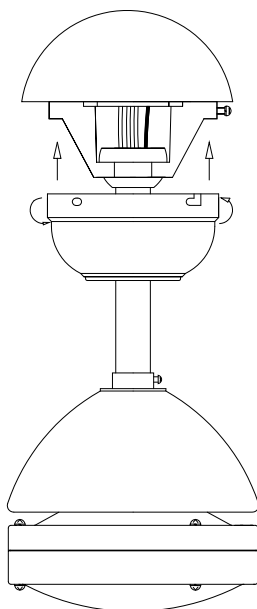

Fig. 8
**Étape 3.** Placez les deux autres vis de montage dans les orifices de la monture et serrez-les bien. (Fig. 8)